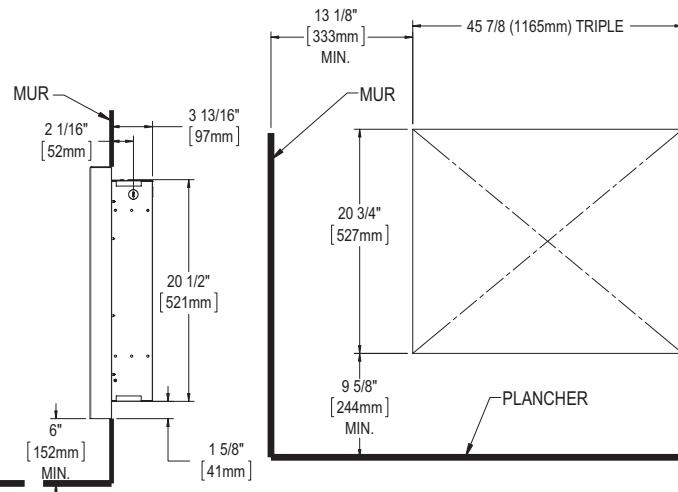

FIG. 3
2. Les unités triples doivent être installées à une distance minimale de 12 po (305 mm) du mur et de 8 po (203 mm) du plancher. Pour connaître l'ouverture d'encaissement des unités triples, se référer à la figure 3.